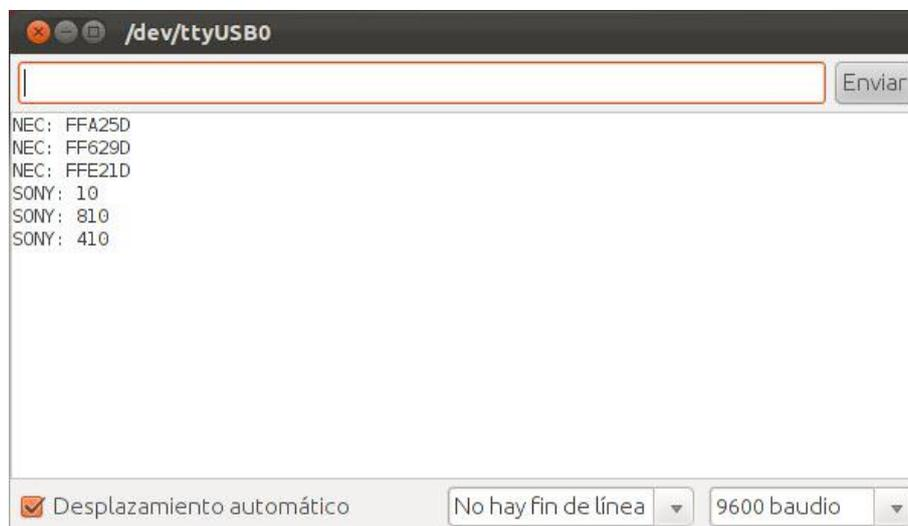

Ilustración 5: Ventana del monitor serie
- Monitor Serial: abre una nueva ventana desde la que podremos comunicarnos bidireccionalmente vía serie con la placa, es decir, podremos leer la información que nos envía o proporcionarla nosotros. La ilustración 5 muestra esta ventana.